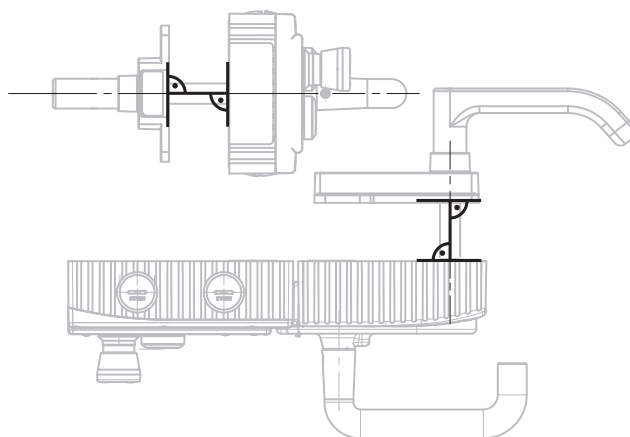
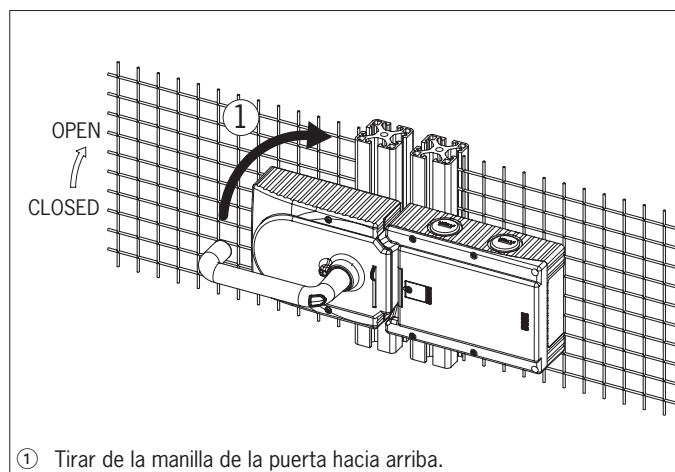
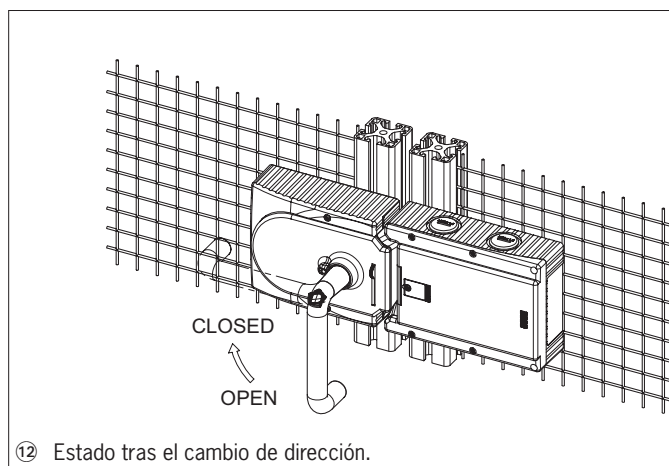

Fig. 7: Ejemplo de montaje para puertas con sujeción a la derecha (representación esquemática)
Fig. 8: Cambio de la dirección de accionamiento, paso ①
Fig. 13: Cambio de la dirección de accionamiento, estado final
- Alinee el eje del dispositivo de desbloqueo antipánico en ángulo recto con el módulo con manilla. Véanse la Fig. 4 y la Fig. 7.
Para los pasos de montaje, consulte la Fig. 7 y de la Fig. 8 a la Fig. 13.
- El sistema se monta de forma invertida para las puertas con sujeción a la izquierda. Es decir, el resguardo se abre presionando hacia arriba la manilla de la puerta (consulte la Fig. 8). Por este motivo, es necesario cambiar la dirección de accionamiento de la manilla (véase de la Fig. 8 a la Fig. 13).